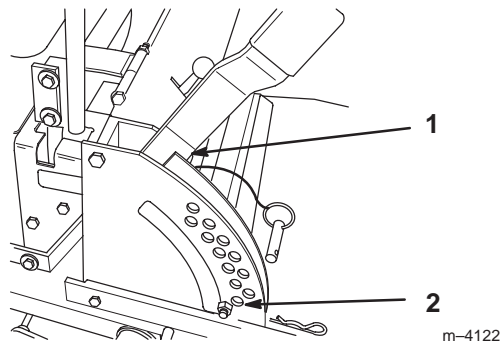
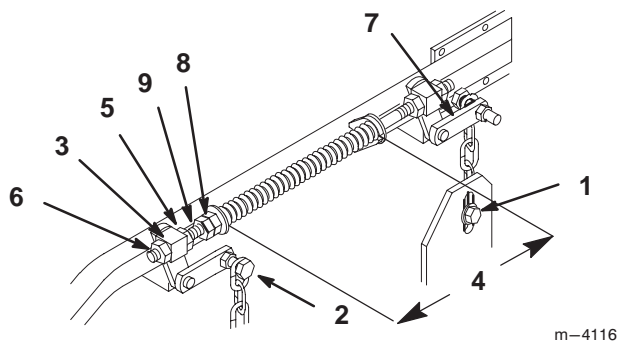

Figure 57
Figure 58
2. Vérifiez la pression des quatre (4) pneus et réglez-la à 13 psi (90 kPa) au besoin.
4. Elevez le plateau de coupe en position de transport (Fig. 57). Détendez les deux grands ressorts de levage du plateau en desserrant autant que possible l'écrou de blocage et l'écrou avant, devant chaque ressort (Fig. 58).
- Placez deux cales de 35 mm d'épaisseur sous le bord inférieur arrière gauche et droit de la tondeuse. Placez un bloc de 44 mm sous le bord inférieur central avant de la tondeuse, pas sous les supports des galets de protection. Sélectionnez la hauteur de coupe de 38 mm (Fig. 57).
- Desserrez le boulon inférieur de la chaîne, dans la fente située à l'arrière du plateau de coupe. Répétez la procédure de l'autre côté (Fig. 58).
- Desserrez l'écrou de blocage avant et arrière de chaque côté du pivot avant. Continuez de desserrer jusqu'à ce que les chaînes avant soient desserrées et que le plateau repose sur les cales. Répétez la procédure de l'autre côté (Fig. 58).
- Quand la visserie est desserrée, la tension encore présente dans les grands ressorts de soutien a tendance à tourner la poignée de levage du plateau de coupe vers le haut et à lui faire quitter la position de 38 mm. Appuyez fermement sur le bras de support arrière du plateau pour ramener la poignée de levage à cette position (Fig. 58).
- Tout en continuant d'appuyer sur le bras de support arrière du plateau de coupe, tendez la chaîne arrière et serrez la visserie inférieure (Fig. 58). Vous pouvez maintenant relâcher le bras de support arrière. Répétez la procédure de l'autre côté.
- Déplacez le levier de levage du plateau de coupe à la position de transport (Fig. 57).
- Régalez les ressorts de compression en tournant les écrous avant de façon à obtenir un espace de 260 mm entre les deux grandes rondelles. Serrez fermement l'écrou de blocage (Fig. 58).